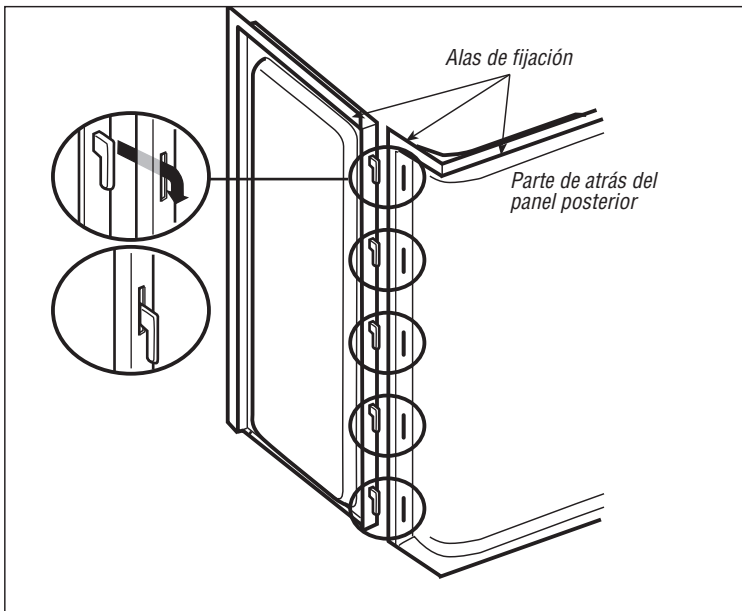
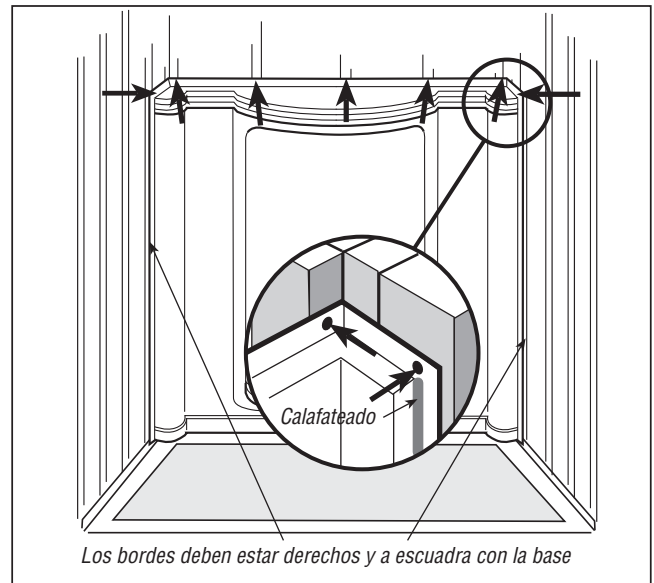

Figura 2
Figura 4
- 2** Coloque los paneles en el hueco. Coloque el panel posterior en el hueco (las pestañas inferiores encajan en las ranuras de la bañera). Nota: Cuando estén en posición contra las vigas de la pared, las alas de sujeción del panel posterior deben estar alineadas y a escuadra con la base (Figura 4). Coloque cada uno de los paneles laterales de modo que los ganchos de los paneles encajen en las ranuras de la pared posterior y empuje hacia abajo hasta que el borde superior de todos los paneles quede a la misma altura (Figura 2). Las alas de fijación horizontales estarán ubicadas en la parte superior de los tres paneles. Decida cual de los paneles laterales necesitará cortar para las cañerías. Ubique, marque y corte cuidadosamente los agujeros usando una sierra para agujeros del tamaño adecuado. Cuando tenga todos los paneles correctamente colocados en el hueco, trace una línea en lápiz a lo largo del borde superior y el borde frontal de los paneles para usar como referencia al fijarlos con pegamento. Saque todos los paneles.
- 4** Marque y perforo un agujero de 3/16" en el centro del ala de fijación en la parte superior del panel en el centro de cada viga (Figura 4). **Verifique que el ala de sujeción vertical de cada lado esté derecha y a escuadra con la base (puede necesitar torcer el ala de sujeción con la mano para enderezarla).** Martille clavos galvanizados de 3/4" para techo en las vigas de la pared a través de cada agujero para fijar los paneles de la pared. Coloque una capa de sellador a lo largo de la superficie vertical delantera del panel posterior que tiene las ranuras para los ganchos de los paneles laterales (Figura 4).